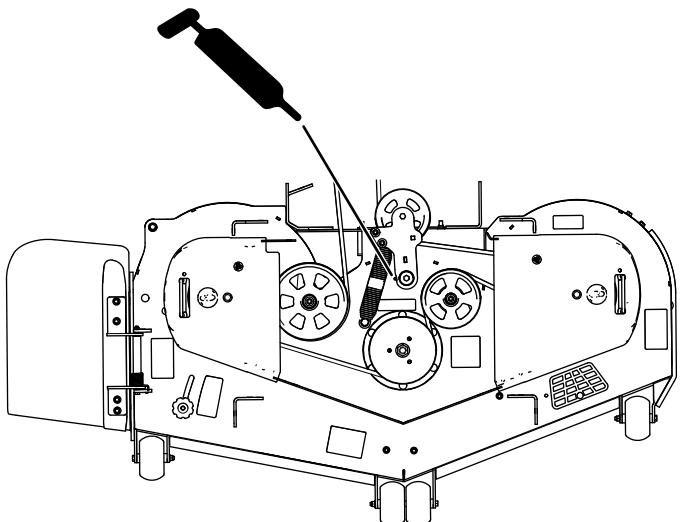

Figura 41
4. Engrase el pivote de la polea tensora de la carcasa de corte hasta que salga grasa por el extremo inferior (Figura 41).
5. Engrase el brazo tensor de la correa de transmisión (Figura 41).
12. Instale el tapón hexagonal y la tapa (Figura 41).
13. Engrase los cojinetes de las ruedas giratorias (Figura 41).